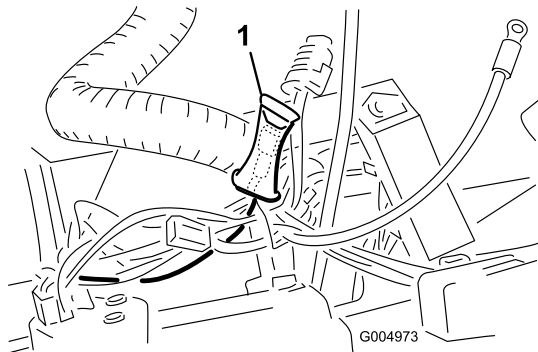

図 24
5. コントロールパネル内部にあるピンクの電線プラスチック製の封入バッグが付いているを探し出す 図 24。
8. ハーネスのもう一方の端部は、後フレームマウントの下を通して機体の左側へ導く。この時、ハーネスのワイヤクリップを後フレームマウントの穴に通す 図 24。